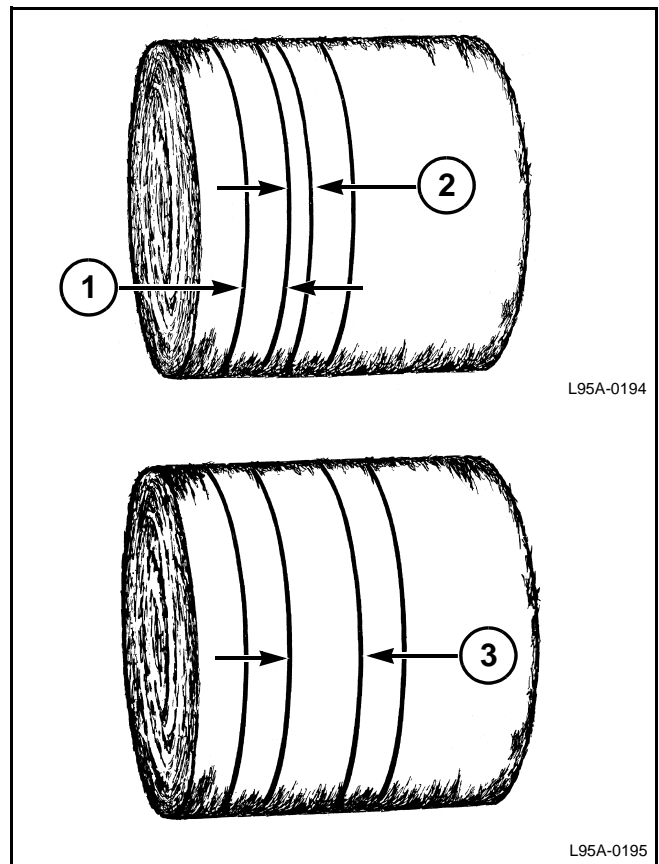

FIG. 70
FIG. 70: La separación entre los tubos de cuerda (1) se puede ajustar de 51 mm a 178 mm (2 a 7 pulg). Consulte el apartado Tubos de la cuerda en la sección Ajustes.